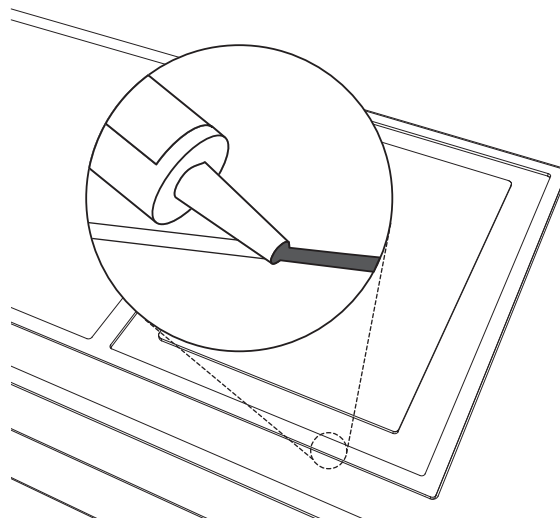

Abb. C-6 Einsilikonieren des Geräts bei flächenbündigem Einbau
- Beim flächenbündigen Einbau versiegeln Sie die Fuge zwischen Arbeitsplatte und Rand mit Silikon aus (siehe Abbildung C-6).